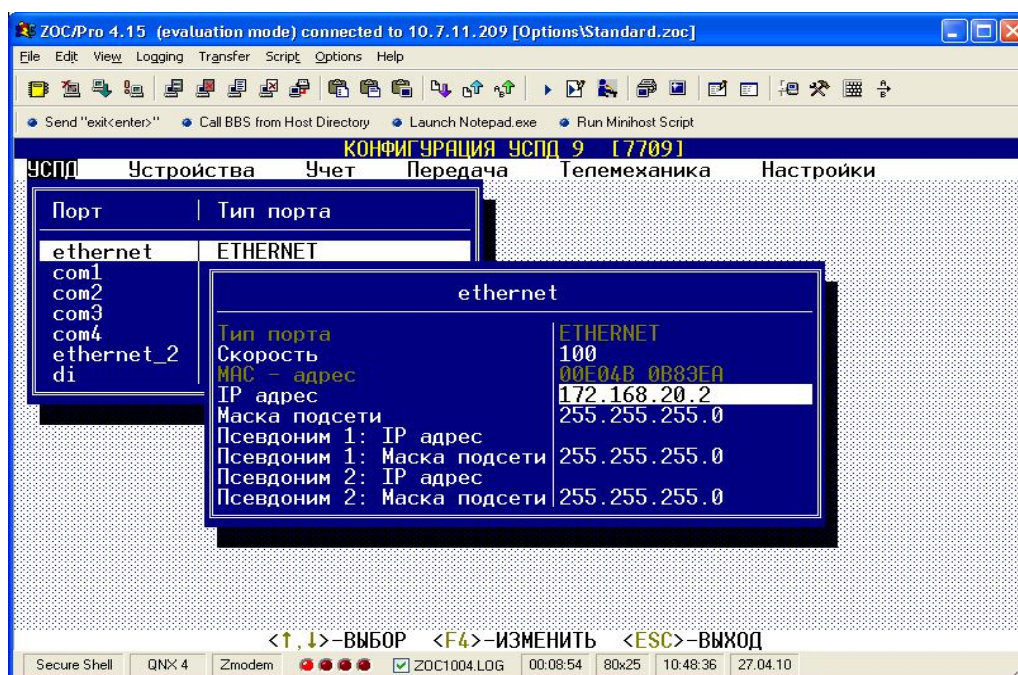

Рисунок 9
6.4.2.1. Подключить УСПД к Интернет по одному из Ethernet интерфейсов. Для этого при статической адресации установить на заданном интерфейсе статический IP-адрес и маску подсети в окне «Конфигурация» => «УСПД» => «Порты» => требуемый порт (рисунок 9).